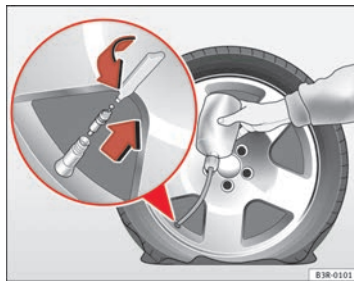

Fig. 199 Efectuar la reparación
- Retire la caperuza de la válvula del neumático y desenrosque el obús de la válvula con el útil que se suministra ⇒ página 276, fig. 199.